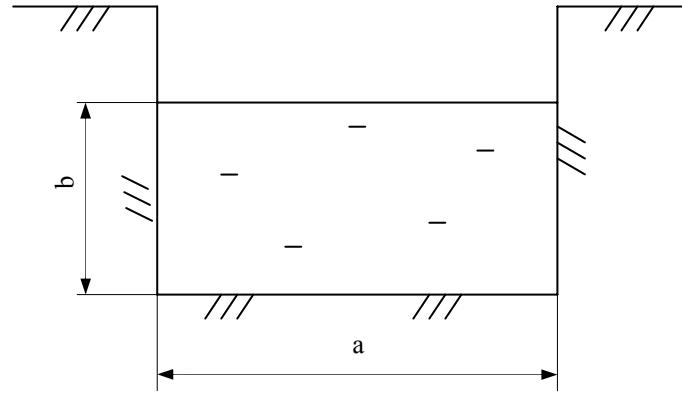

Рисунок 3.1 – Схема к задаче 3.1
3.1 Определить гидравлический радиус потока жидкости (см. рис. 3.1), протекающего по открытому каналу прямоугольной формы шириной $a = 2,3$ м. Глубина потока $b = 1,5$ м.